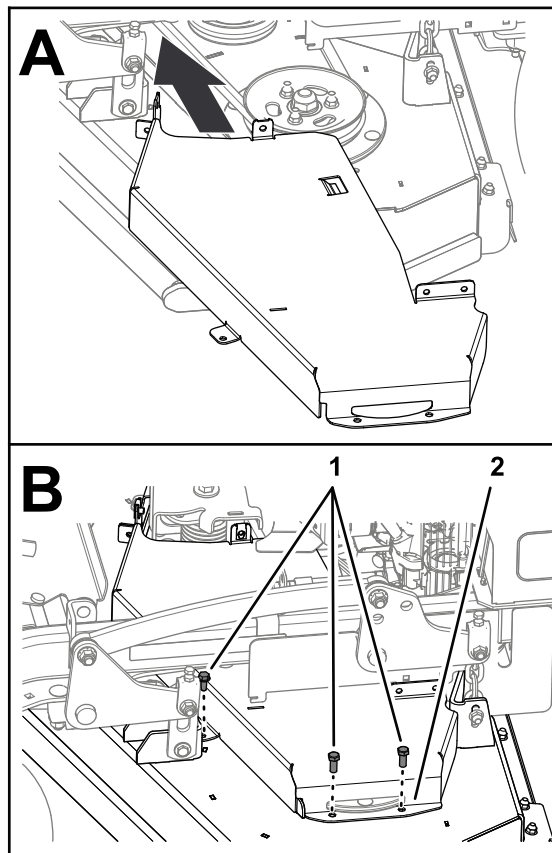

Figura 28
1. Montate il copricinghia sinistro sul piatto (Figura 28) con i 3 bulloni rimossi in 3 Rimozione del copricinghia sinistro (pagina 4).